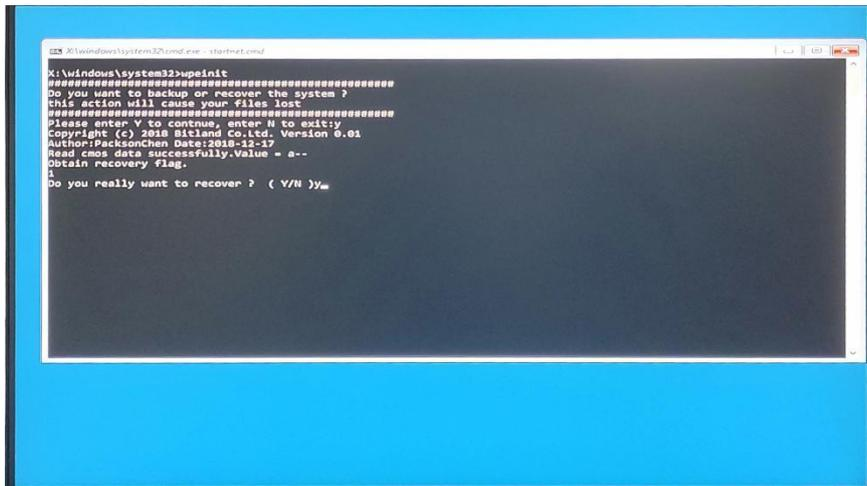
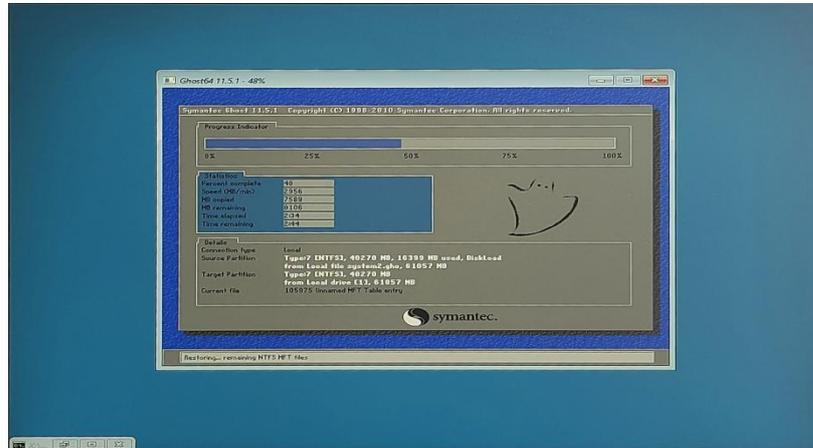

图 4 操作界面
图 6 系统还原界面
(1) 检查工作：① 由于备份及还原操作过程中机器均不能外接存储设备，在操作之前务必先检查确认 USB 接口未连接外部存储设备，如 U 盘等，否则备份还原会出现错误；② 保证硬盘内存容量大小不小于 64G；
(2) 按电源键开机或上电开机后，连续点击键盘上的 F4 键，就能进入还原操作界面（如图 4 所示），连续输入 2 次“y”确认。
(4) 进入到系统还原界面（如图 6 所示），等待还原完成，还原完成后会自动重启，重启后会进入图 4，最后需按 Enter 键确认，等待进入系统即可。